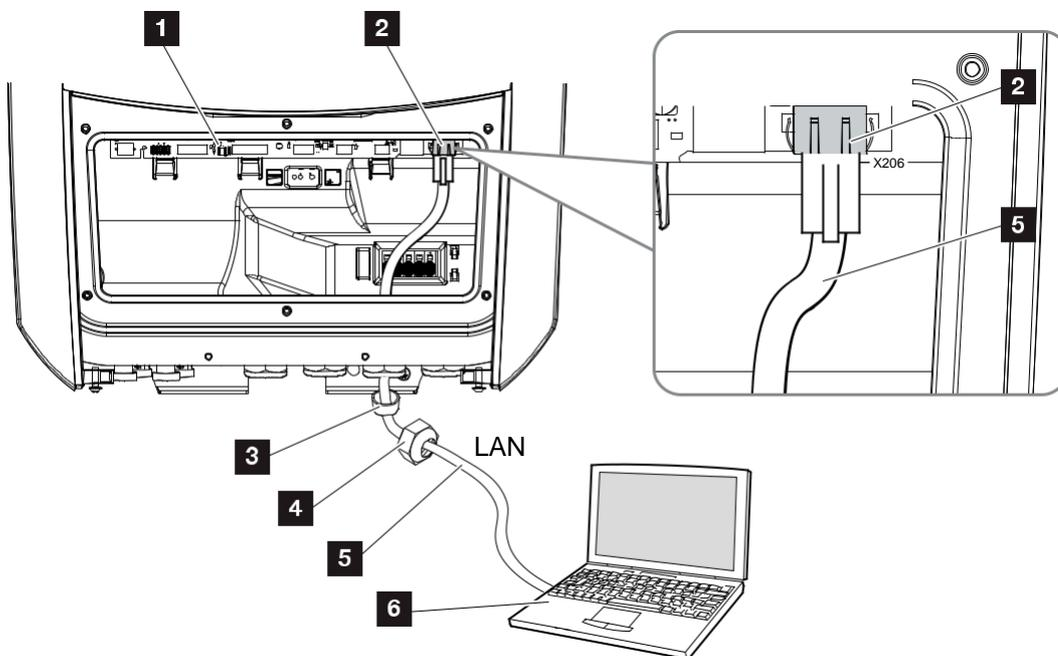

Fig. 32: Conectar el inversor y el ordenador con cable Ethernet
3. Conectar el cable Ethernet en la interfaz LAN de la Smart Communication Board. Fig. 32, pos. 2